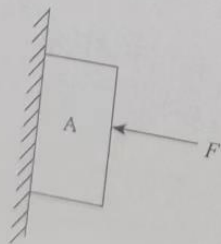

图1-4-10
2. 物体A如图1-4-10所示，对以下情境中的物体A进行受力分析。